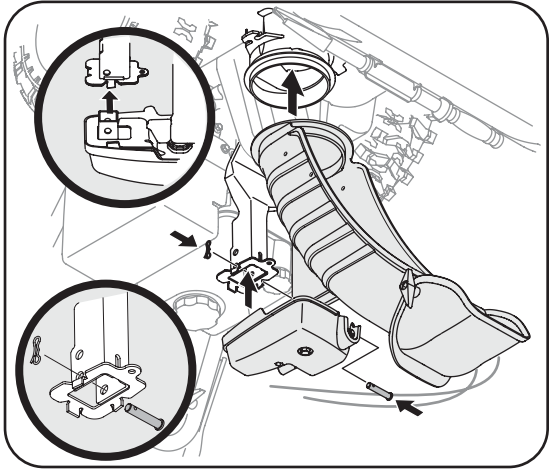

Figure 3-3
- Placez la goulotte sur sa base et attachez-la sur son support en utilisant l'axe de chape et la goupille fendue enlevés plus tôt. Voir la Figure 3-3.